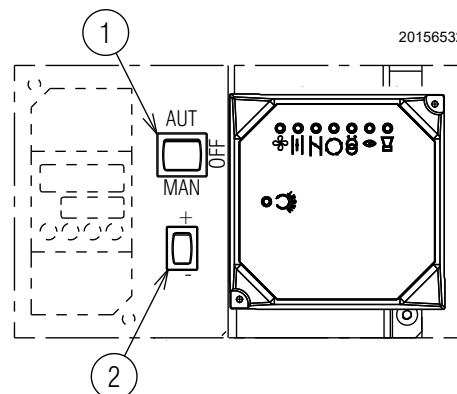

Abb. 31
Schließen Sie die Thermostate/Druckwächter und stellen Sie den Wahlschalter 1)(Abb. 31) auf "MAN".
- stellen Sie den Schalter 1)(Abb. 31) auf "OFF" und warten Sie bis das Steuergerät die Abschaltphase ausführt;
Stellen Sie den Wahlschalter 1)(Abb. 31) auf "MAN".
- Schalten Sie den Brenner mit dem Wahlschalter auf dem Bedienfeld in manueller Position 1)(Abb. 31) ein.
- Erhöhen Sie nach dieser ersten Einstellung die erzeugte Leistung mit dem auf dem Bedienfeld befindlichen Wahlschalter 2)(Abb. 31) mit automatischer Rückstellung. Stoppen Sie den Vorgang nach einer Drehung des Stellmotors von 15° und führen Sie eine neue Einstellung durch Betätigen des Luftnockens mit variablem Profil (Nocken 1 Abb. 35) durch.
Den Übergang von einer Position zur nächsten erhält man, indem der Wahlschalter 2) (Abb. 31) am Zeichen (+) oder (-) gedrückt bleibt.